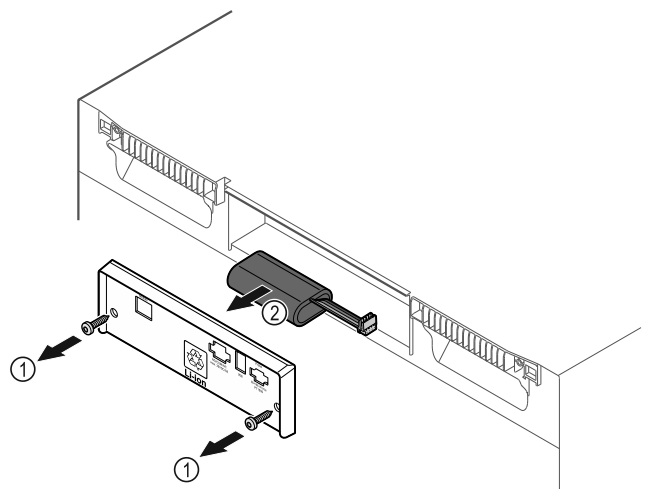

Fig. 201
- ▶ Вкрутити гвинти і зняти кожух на задньому боці пристрою Fig. 201 (1).
- ▶ Батарею від'єднати та вийняти Fig. 201 (2).